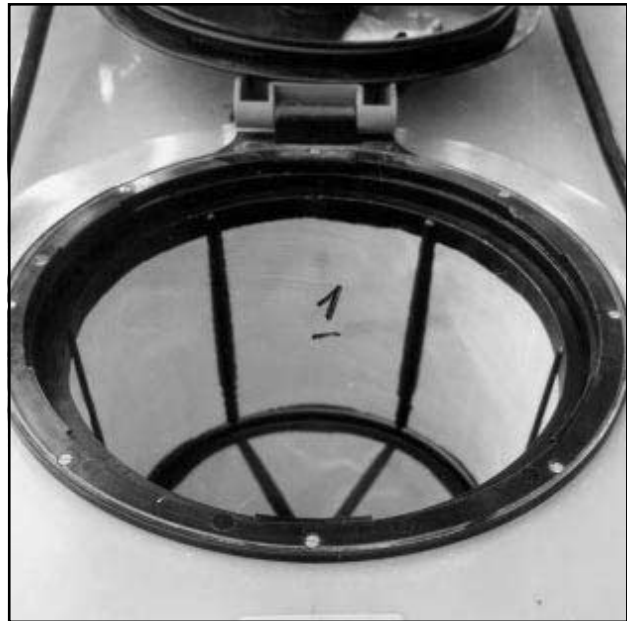
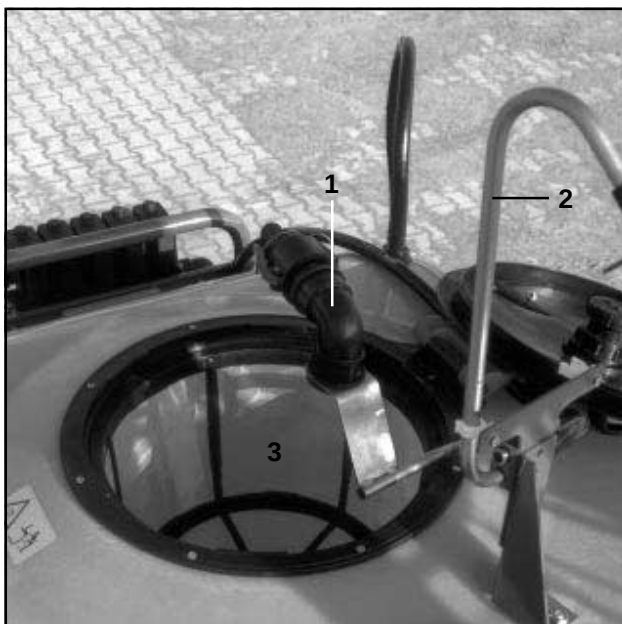

Fig. 6.2
Fig. 6.3
- **Påfyldningen** på sprøjtevæskebeholderen på UG 2000 Special (fig. 6.3) sker **over den eksterne vandpåfyldning** (fig. 6.3/ 1) i det **„frie udløb“** i **påfyldningsåbningen** (Fig. 6.3/ 3). Afhængig af arbejdsituationen kan kemikaliedunk-rengøringsanordningen (Fig. 6.3/ 2) svinges over påfyldningsåbningen.
Sprøjtevæskebeholderen må kun fyldes med anvendelse af påfyldningssien (fig. 6.2/1 og fig. 6.3/3).
Til blanding af sprøjtevæsken bliver det pågældende kemikalie via skyllevandsbeholderen (fig. 6.3/1) sprøjtet ind i kemikaliebeholderen (se også kapitel 7.4). Her skelnes imellem indsprøjtning af flydende - og pulver præparater hhv. urea. Bliver ureafilteret (ekstraudstyr) monteret i beholdersumpen, kan den nødvendige urea-mængde hældes direkte igennem påfyldningsåbningen. Vandopløselige folieposer kan med kørende røreværk kommes direkte i beholderen.
- Kontroller at hanen (fig. 6.3/2) i bunden af kemikaliepåfyldningsbeholderen er lukket.
- Enkelthanen (fig. 6.3/2) i bunden af kemikaliepåfyldningsbeholderen åbnes og den for beholderpåfyldningen påfyldte kemikaliemængde suges ud.
- Åben enkelthanen (fig. 6.3/2 og 6.3/3) i bunden af kemikaliepåfyldningsbeholderen og på betjeningsarmaturet.
- Enkelthanen (fig. 6.4/1) for ringslangen på hanegruppen (fig. 6.3/4 hhv. 6.4/2) åbnes.